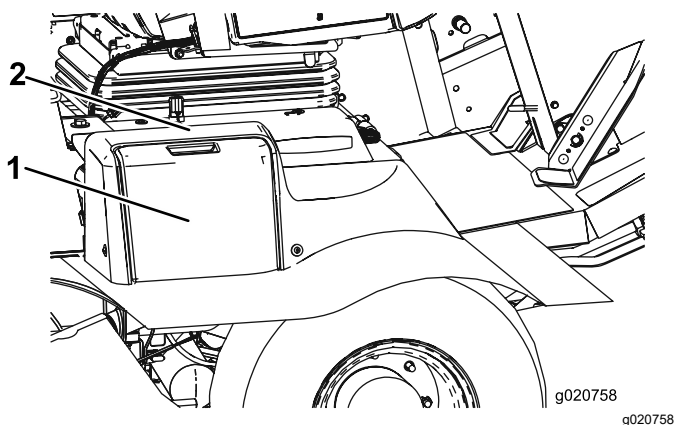

Figura 60
1. Abra la tapa de la batería, situada en el lado de la cubierta (Figura 60).
Nota: Presione hacia abajo sobre la superficie plana situada encima de la tapa de la batería para facilitar la apertura de la tapa (Figura 60).